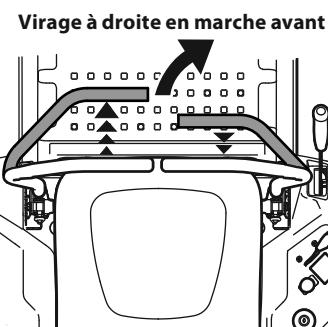

Figure 27
- Pour tourner à droite, tirez la barre de conduite droite vers vous et poussez la barre de conduite gauche vers l'avant. Voir Figure 27.